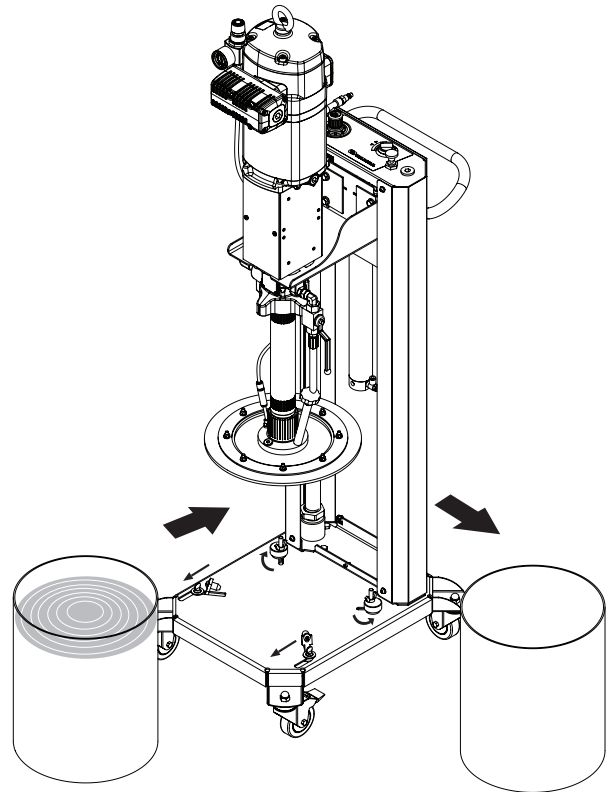

Fig. 12
- Uma vez içada a bomba abra os grampos de fixação do tambor (Fig. 12).
- Retire o tambor e altere por um novo seguindo as instruções detalhadas anteriormente (Fig. 12).